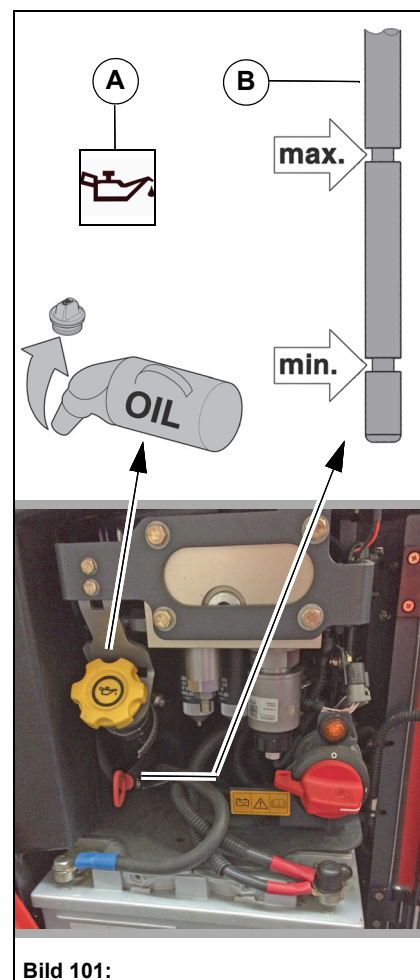

Bild 101:
- Om den röda varningssymbolen Motoroljetryck **Bild 101-A** på multifunktionsdisplayen visas när motorn är igång finns det risk för en motorskada! Stanna alltid fordonet i ett säkert område. Stäng av motorn direkt och kontrollera oljenivån. Åtgärda orsaken till det saknade motoroljetrycket.
2. Kontrollera motoroljenivån med oljemätstickan **Bild 101-B**.